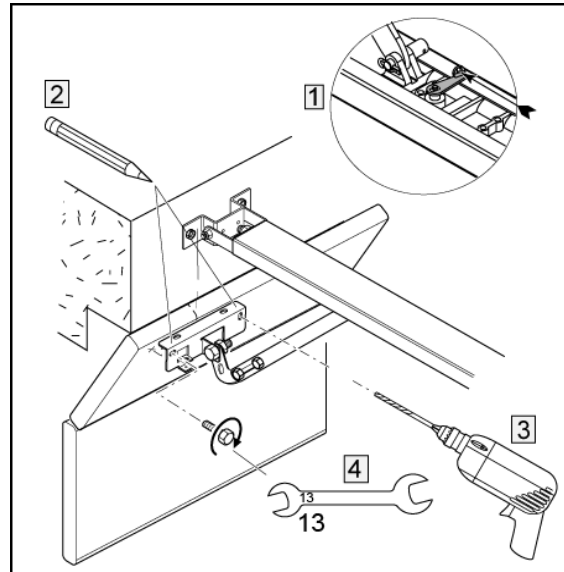

Рис.22
Сначала необходимо вручную разомкнуть скользящие салазки (Рис. 22 (1)) и сдвинуть их вперед в сторону переключки.
Затем нужно пометить те места на воротах, где должна быть установлена арматура для закрепления ворот (Рис. 22 (2)).
В воротах нужно просверлить отверстия и привинтить базирующий элемент при помощи по меньшей мере 2 винтов. (Рис. 22 (3+4)).